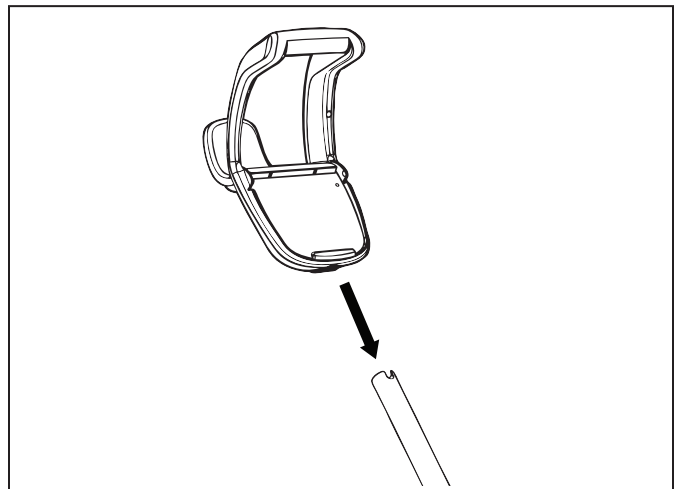

Figura 6. Instale la manija del carrito
7. Deslice el accesorio de conexión de la base de la unidad de control / manija del carrito hacia abajo por la manija de metal hasta que calce en su sitio. (Ver Figura 6.)